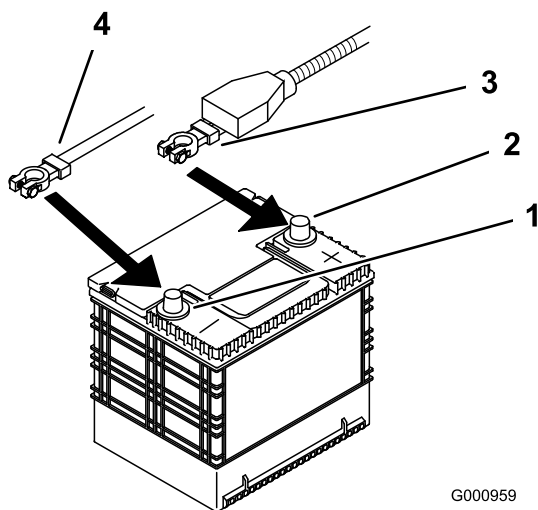

Figure 45
4. Commencez par débrancher le câble négatif de la batterie de la borne négative (-) de la batterie (Figure 45).
5. Enlevez le capuchon rouge de la borne positive (rouge) de la batterie. Débranchez ensuite le câble positif (rouge) de la batterie (Figure 45).
4. Fixez les câbles à l'aide de 2 boulons (1/4 x 3/4 po), 2 rondelles (1/4 po) et 2 contre-écrous (1/4 po) (Figure 45).